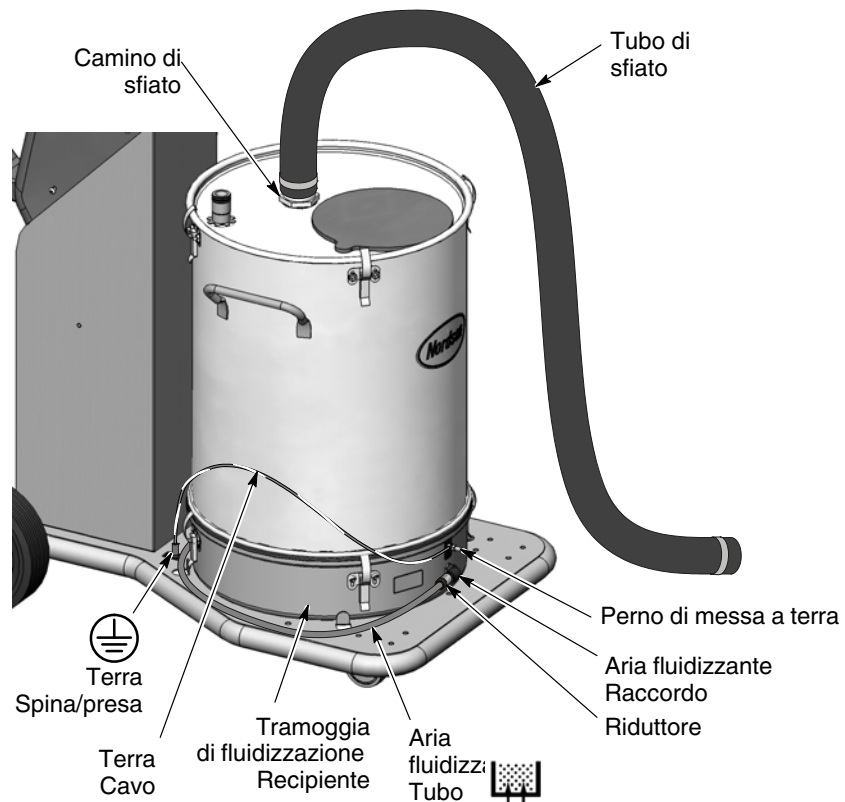

Figura 3-7 Installazione della tramoggia sul carrello del sistema mobile
1. Vedi figura 3-7. Sganciare il coperchio della tramoggia e togliere il tubo di sfiato e i morsetti del tubo.
Collegare il tubo di sfiato fornito con la tramoggia al coperchio della tramoggia come illustrato nella figura 3-7. Posare il tubo di sfiato verso il troncone di sfiato sulla cabina o sul modulo collettore.